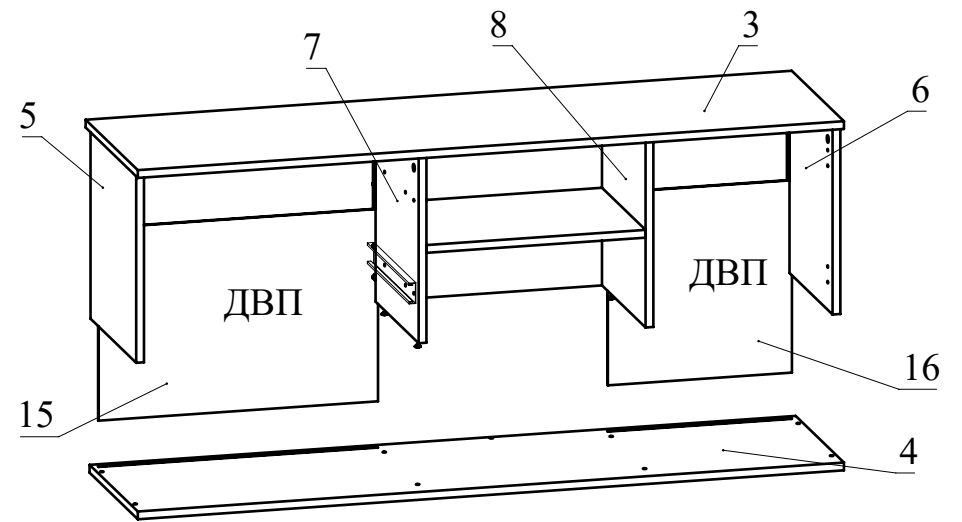

Рис.8
8. В пазы деталей 5, 7, 8, 6, 3 установите задние стенки 15, 16 из ДВП. Установите деталь 4 на детали 5, 7, 8, 6 и зафиксируйте, затянув их при помощи конфирматов (Рис. 8).